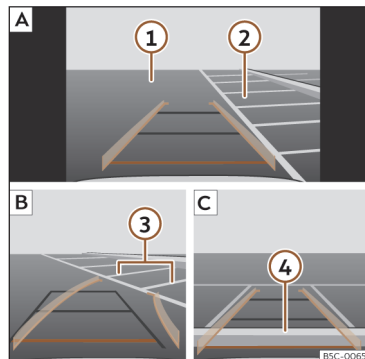

Fig. 149 Visualização no ecrã do sistema infotainment: estacionar com o assistente de marcha-atrás.
Legenda da >>> **Fig. 149:**
- Posicione o veículo à frente do lugar de estacionamento >>> **Fig. 149 ② A**.
- Retroceda rodando o volante de forma que as linhas amarelas se introduzam no lugar de estacionamento. As linhas verdes e amarelas têm de coincidir com as linhas de delimitação laterais ③ **B**.
- Pare o veículo quando a linha vermelha tiver atingido a delimitação traseira ④ **C**.